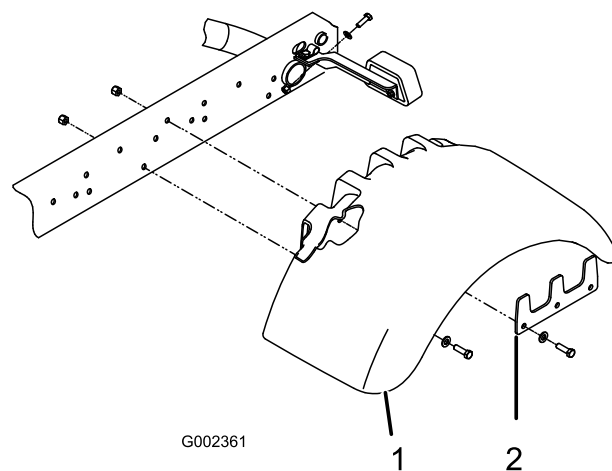

Figura 4
4. Fissate, senza stringere troppo, un paraurti da ciascun lato del telaio con una piastra d'appoggio, 5 bulloni da 3/8 x 1-1/4 poll. lungh., e un dado di bloccaggio, come illustrato nella Figura 4.